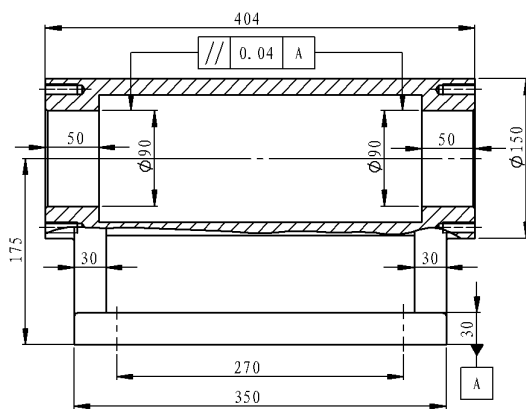

图 6.15.47 创建形位公差引线
(2) 单击“形位公差”对话框中的“完成”按钮 ，调整形位公差位置，如图 6.15.47 所示。